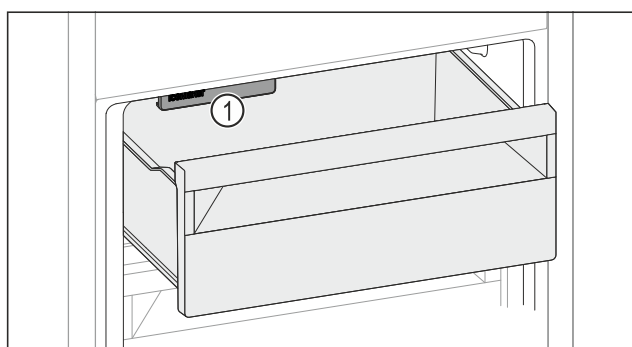

Fig. 140
- ▶ Tenez compte de l'IceMaker Fig. 140 (1).